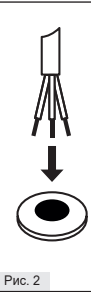

Рис. 2
4. Пропустите подготовленный кабель через отверстие в корпусе светильника (Рис. 2).